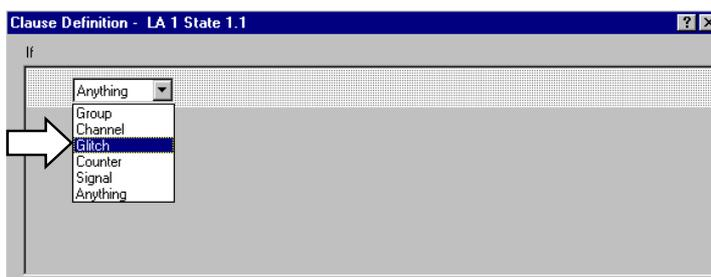

図 3-4 : [Clause Definition]ダイアログ・ボックスに対する[Glitch]イベントの設定
3. [If]ドロップ・ダウン・リスト・ボックス内に[Glitch]を選択します (図 3-4)。